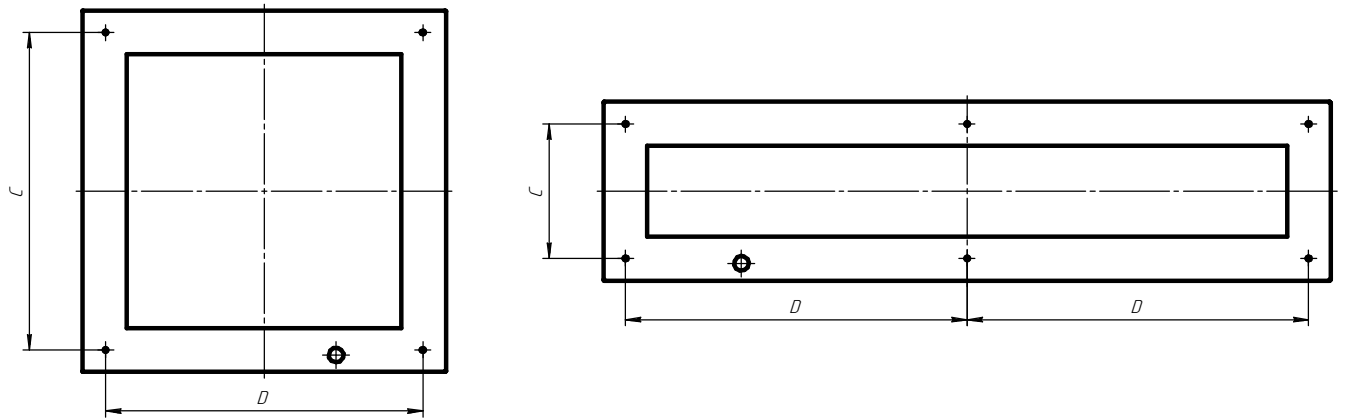

Рисунок 2. Размеры установочных отверстий скобы подвеса.
6.3 Разметьте точки крепления скобы подвеса на потолке (см. рисунок 2), и закрепите скобу подвеса.